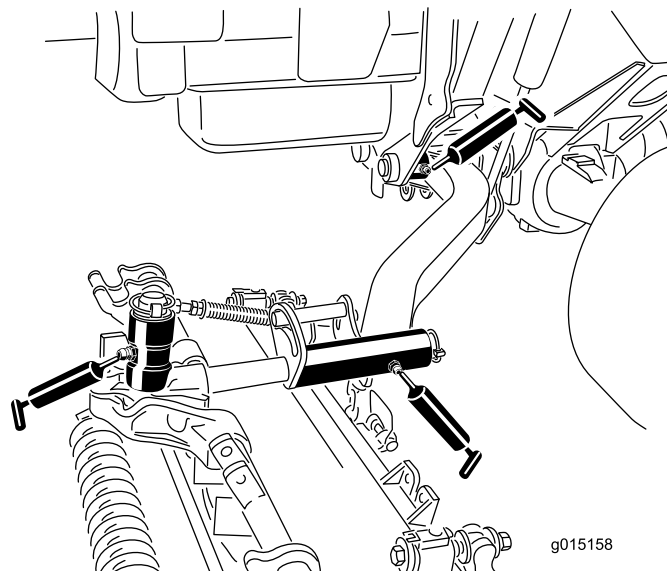

Figure 50
- Bagues de pivot de bras de levage (1 par unité de coupe) (Figure 50)
- Bâti porteur d'unité de coupe (2 par unité de coupe) (Figure 50)
- Pivot de bras de levage d'unité de coupe (1 par unité de coupe) (Figure 50)